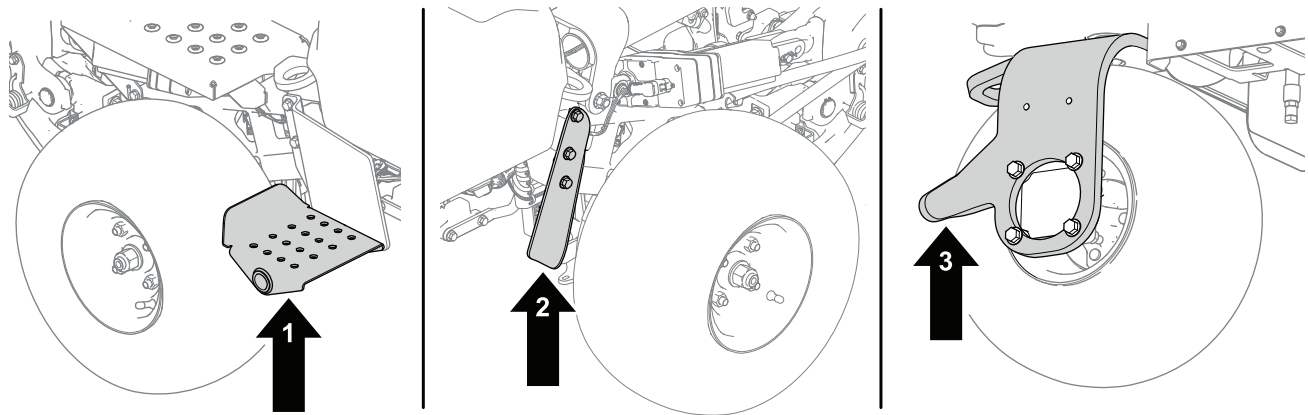

Bild 35
1. Stellen Sie einen Achsständer unter den gewünschten Anhebepunkt (Bild 35):